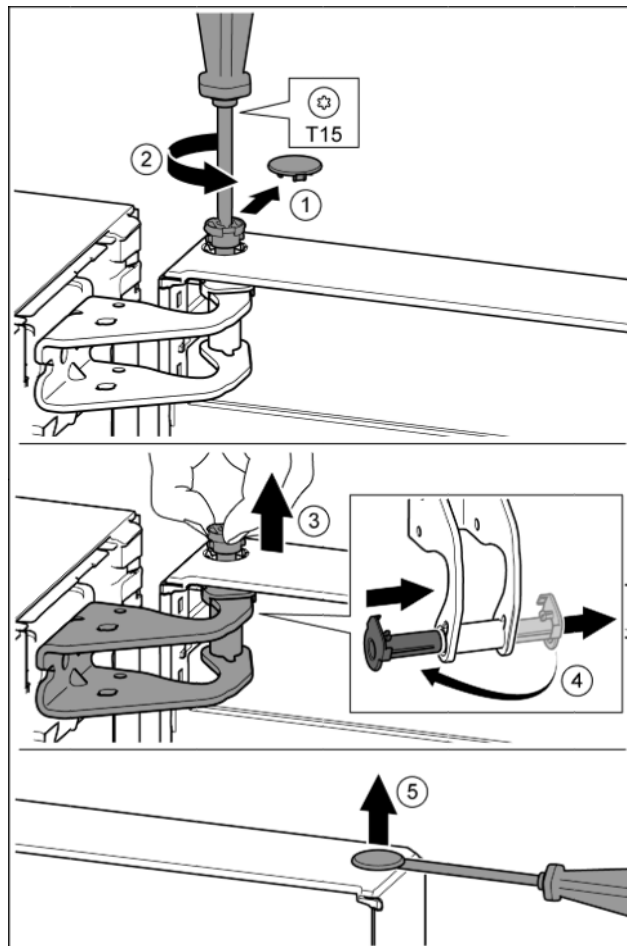

Fig. 11
- Enlever délicatement le cache de sécurité. Fig. 11 (1)
- Dévisser légèrement le boulon avec un tournevis T15. Fig. 11 (2)
- Tenir fermement la porte et sortir le boulon avec les doigts. Fig. 11 (3)
- Tirer la douille de palier en dehors du guide. La mettre de l'autre côté et l'enclencher. Fig. 11 (4)
- Soulever délicatement le bouchon en dehors de la douille de palier de porte avec un tournevis plat et le sortir. Fig. 11 (5)